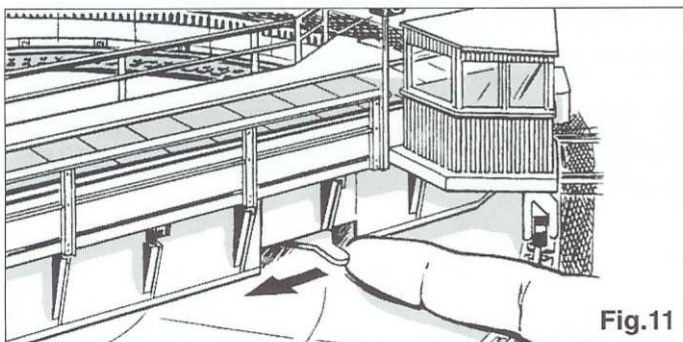
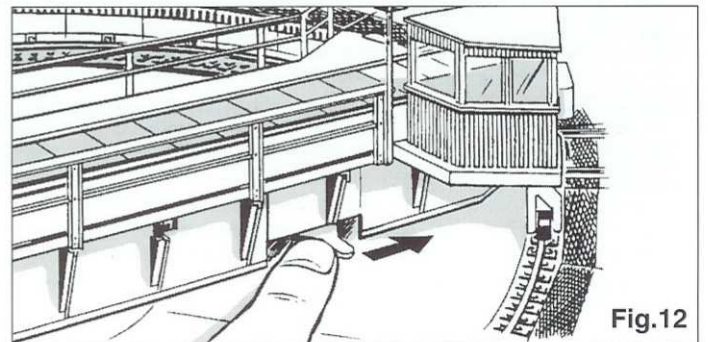

Fig.11
Fig.12
**Betätigen der Drehbühne von Hand** siehe Fig. 11 und Fig. 12.
Gegenüber des Maschinenhauses ist an der Drehbühne am Antrieb ein Handhebel angebracht. Durch Drücken und gleichzeitiges Halten des Hebels in Richtung Drehbühnenmitte rastet das Antriebsrad aus der Verzahnung der Grube aus und die Drehbühne kann in beliebiger Richtung verstellt werden. Nach Loslassen des Hebels greift das Zahnrad wieder ein. Darauf achten, daß die Gleisteilung der Anschlußgleise mit dem Bühnengleis übereinstimmt (Fig.11).
Sollte trotz Betätigung des Schalters 6910 der Antrieb klemmen oder nicht anlaufen, so ist durch kurzes Drücken des Hebels in Richtung Grubenrand der Antrieb in Betrieb zu setzen. Dieser hält dann nach einer Gleisteilung wieder an (Fig.12).
**Rotating the turntable by hand, see fig. 11 and 12.**
**Rotating the turntable by hand:** Opposite the motor housing, under the turning table, is a small black lever. By pressing the lever towards the centre, the drive gear wheel is withdrawn from the teeth in the outer drive ring releasing the table so that it can be moved manually in the desired direction. When the lever is released the gear wheel is again enmeshed with the outer-ring. Ensure, however, that the rotating tracks are lined up with the exit tracks (fig. 11). Should the turntable not operate, when pressing the switch 6910 simply press the lever slightly to ensure the gear wheel is firmly seated in the drive ring, which will then start it moving. It will then stop at the next track again (fig. 12).
**Manœuvre de la plaque tournante à la main:** En face de la cabine, sous le tablier du pont tournant, se trouve un levier. Lorsqu'on pousse sur ce levier vers le centre du pont, on dégage l'engrenage d'entraînement et on peut alors faire pivoter le pont tournant dans le sens désiré. Dès qu'on lâche le levier, les engrenages se bloquent à nouveau. Il faut veiller à ce que les voies du pont correspondent à ce moment avec un rail de sortie (fig. 11). Si, en manœuvrant le poste de commande 6910, le pont ne bougeait pas, il faut alors appuyer légèrement sur le levier en direction du bord de la plaque tournante afin de réengager les engrenages (fig. 12).
**Bediening van de draaischijf met de hand zie fig. 11 en 12.**
**Handbediening van de draaischijf:** Tegenover het machinehuis is onder de draaischijf bij de aandrijving een hefboom aangebracht. Door drukken op de hefboom en deze gelijktijdig in de richting van de draaischijf te houden, komt het aandrijfwieltje uit de vertanding van de draaikuil, zodat de draaischijf in elke gewenste richting verstand kan worden. Na het loslaten van de hefboom komt het aandrijfwieltje weer in de vertanding van de draaikuil: Er moet op geleet worden dat de railaansluiting van de draaischijf gelijk komt met aan te sluiten rail (Fig. 11). Zou ondanks bediening van de schakelaar 6910 de aandrijving klemmen of niet lopen, dan kan door even de hefboom in de richting van de draaikuilrand te drukken de draaischijf in bedrijf gezet worden. Deze gaat dan na de volgende railaansluiting weer stil staan (Fig. 12).
**Håndbetjening af drejeskiven (fig. 11):** Lige over for styrehuset under broen sidder et lille håndtag ved motoren. Ved at trykke og holde dette håndtag ind mod midten af drejeskiven, gøres drivhjul og tap fri af drejeskiven, og broen kan indstilles som det ønskes. Husk at broen skal stå nøjagtig ud for skinnerne. Hvis drejeskiven ved betjening af kontakten 6910 går trægt eller ikke virker, startes broen ved et let tryk på håndtaget udad. Den standser ved næste spor (fig. 12).
**Per la manovra a mano della piattaforma vedi la fig. 11 e 12.**
**Manovra a mano della piattaforma:** Di fronte la cabina è montata una levetta a mano. Premendo e nello stesso tempo trattenendo la levetta nella direzione mediana della piattaforma, la sua parte mobile potrà rotare nella direzione desiderata. Abbandonando la levetta, la parte mobile tornerà a bloccarsi. Si farà attenzione a che il binario di raccordo corrisponda esattamente con quello prescelto sulla piattaforma (fig. 11). Nel caso che manovrando l'interruttore 6910 non si avesse il funzionamento della piattaforma, occorrerà premere per breve tempo la levetta a mano, appunto per far rotare il ponte (fig. 12).